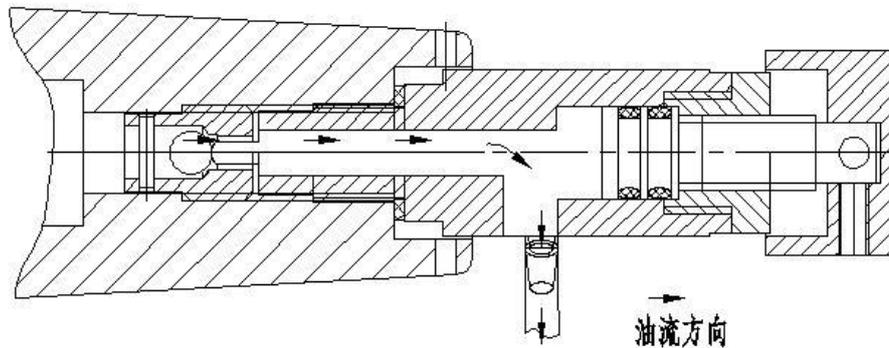

图 9 取油样示意图
取油样示意图见图 9。
- 3) 如图 9 所示，将取油工装安装至放油阀上并紧固好。